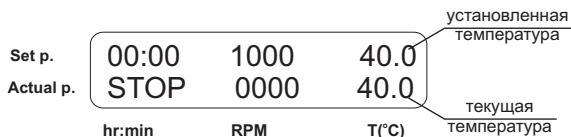

Рис. 3 Панель управления в рабочем режиме
- 5.8. Предположим, что показания независимого сенсора составляют 39°C, а текущая температура на дисплее – 40°C (рис. 3), то в этом случае необходимо добавить коррекцию 1°C.